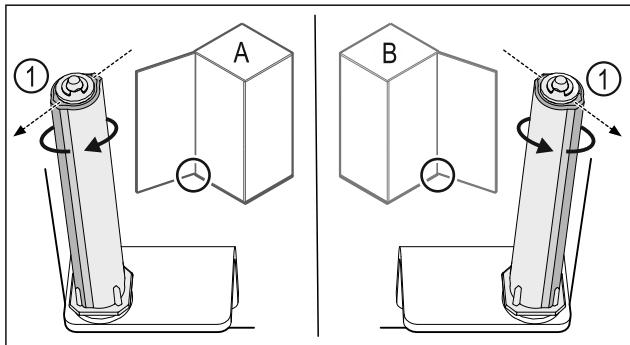

Fig. 46 Отваряне наляво (A) / отваряне надясно (B)
- Въртете затварящата система срещу съпротивлението, докато реброто на затварящата система Fig. 46 (1) сочи навън.